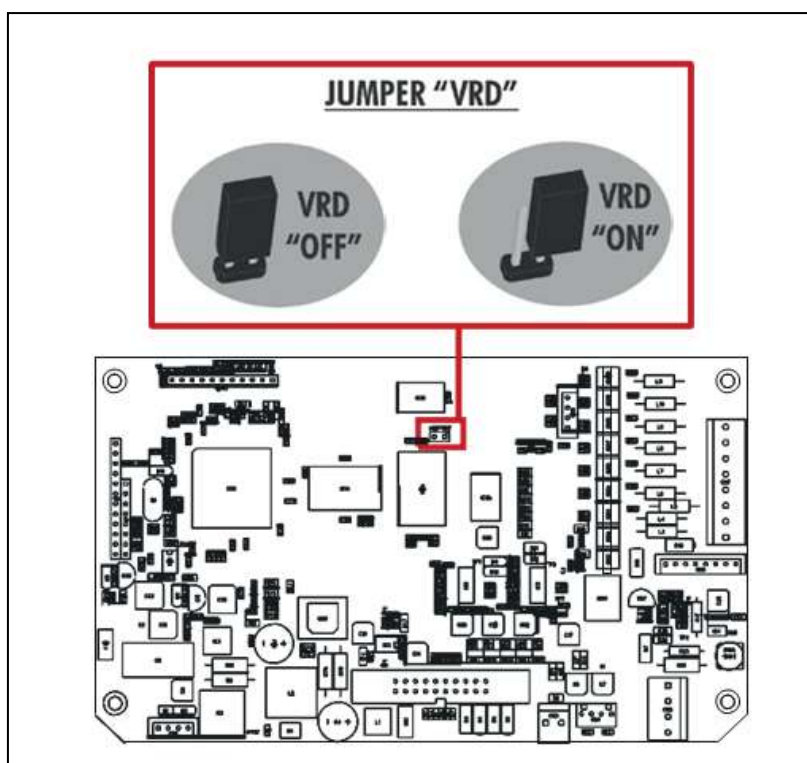

Fig. 14.10
- 2) Retirez le cavalier « VRD » sur le PCB D'INTERFACE NUMÉRIQUE (Fig. 14.10).